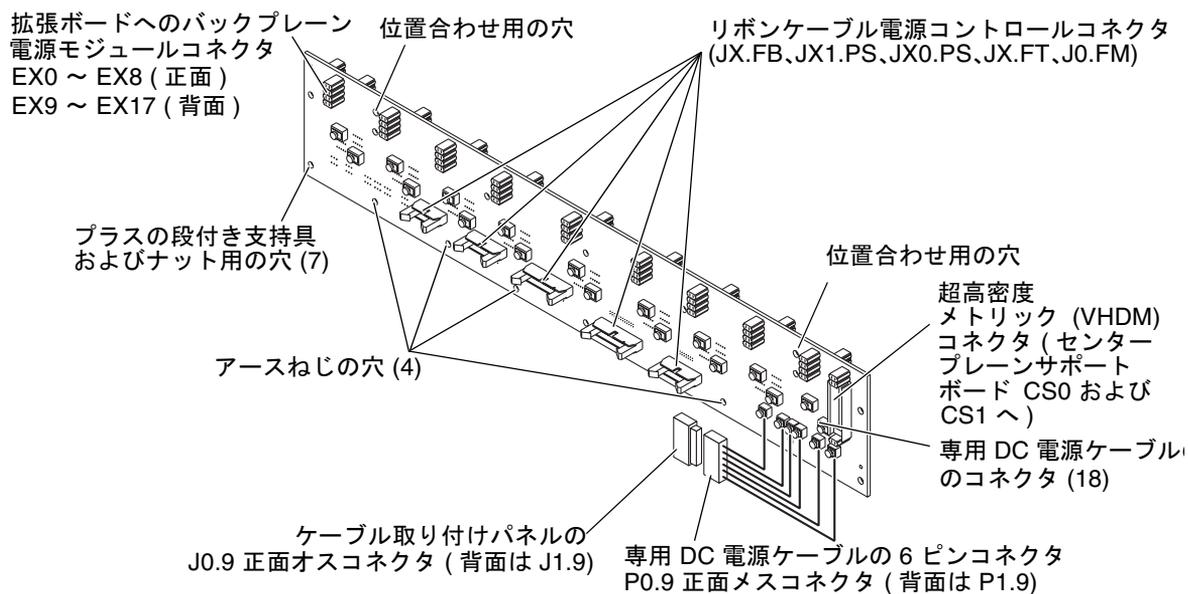

図 15-1 電源センタープレーンの電源制御接続部
- 5 つのリボンケーブル電源コントロールコネクタを、電源センタープレーンから取り外します (図 15-1)。
4. 5つのリボンケーブル電源コントロールコネクタを、電源センタープレーンから取り外します。詳細は、図 15-1 を参照してください。